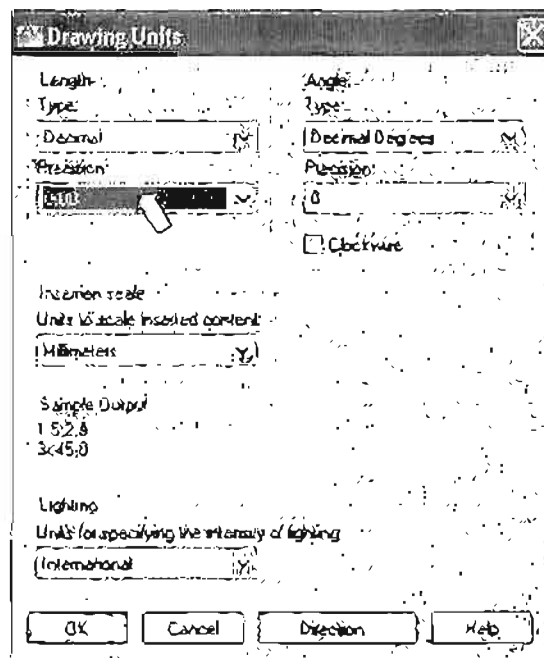

Рис. 1.35. Диалоговое окно **Drawing Units**
1. В меню **Format** (Формат) (см. рис. 1.31) выберите пункт **Units** (Единицы). Появится диалоговое окно **Drawing Units** (Единицы рисунка) (рис. 1.35).